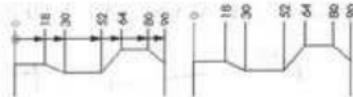

图 6-133 尺寸线的显示
(21) 显示尺寸链。勾选该复选框，使用从基准点到尺寸标注位置的箭头来显示尺寸链。尺寸标注的测量是从基准纵坐标轴（具有 0.0 刻度）开始。当对一组尺寸链中的一个标注改变此项设定时，该改变会应用于所有的相关成员上，如图 6-133 所示。